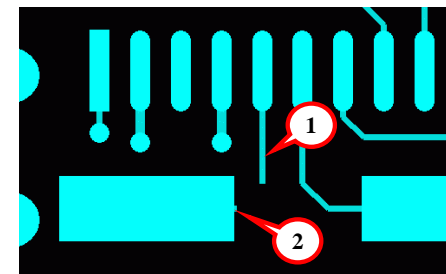
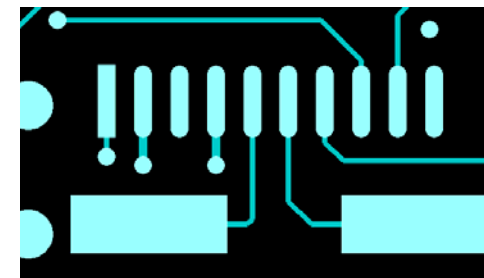

рис. 8-119
рис. 8-121
Сотрите часть дорожки (рис. 8-119).
Теперь щёлкните мышкой по двум частям разорванной дорожки (рис. 8-119, ① и ②). Вот что получится (рис. 8-121):